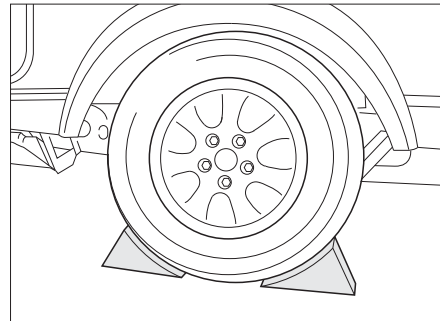

Bild 171 Säkra fordonet
- Använd stoppklossar eller liknande föremål på motsatt hjul för att säkra fordonet (Bild 171).